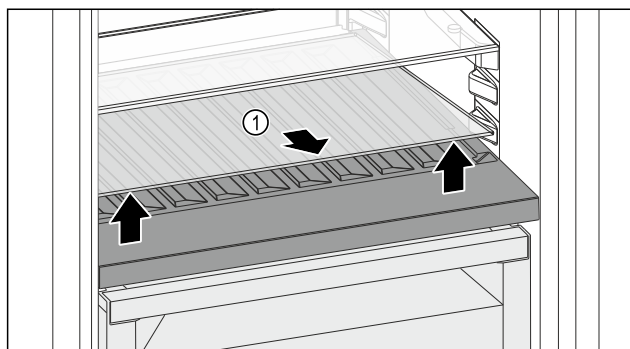

Fig. 192
- Ridicați în față și extrageți placa de sticlă Fig. 192 (1) din degajare.
- Păstrați placa de sticlă Fig. 192 (1) în siguranță în afara aparatului.
- Așezați placa de sticlă în poziție de lucru (2) sub raftul variabil pentru sticle.